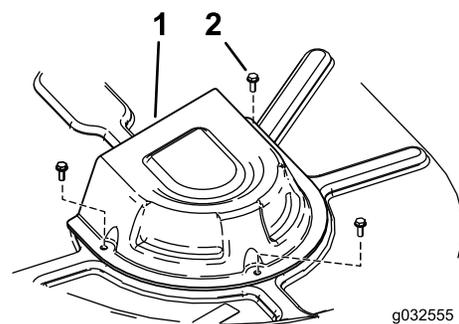

Figura 46
4. En máquinas con carcasa de 107 cm (42"), retire las cubiertas de las poleas (Figura 46).